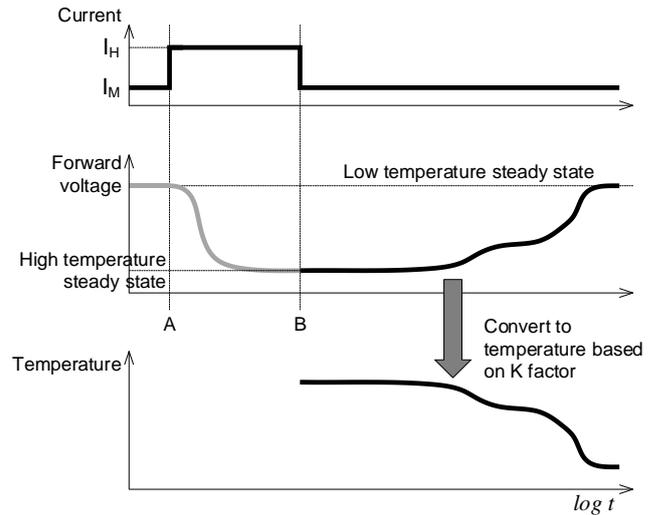

Figure 8. 과도 냉각 곡선의 측정
1. DUT 내부의 가열 소자에 일정한 가열 전류  $I_H$ 를 공급하여, 칩의 온도를 상승시킵니다. 가열 소자는 MOSFET일 경우, Body 다이오드를 사용할 수 있습니다. Figure 8의 A 포인트가 가열 전류를 공급하기 시작하는 지점입니다. Junction 온도가 일정해질 때까지 계속 가열하며, Junction 온도의 변화는 센싱 다이오드의 순방향 전압으로 모니터링합니다.
2. Junction 온도가 고온에서 안정되면, 가열 전류  $I_H$ 의 공급을 중지하고, 순방향 전압 측정 전류  $I_M$ 으로 신속하게 전환합니다. Figure 8의 B 포인트가 전류를 전환한 지점입니다. 여기에서부터 순방향 전압이 저온 정상 상태가 될 때까지 시계열로 데이터를 기록합니다 (Figure 8의 중간 그래프).
3. 기록한 순방향 전압 데이터를 K 팩터에 준거하여, 온도로 변환합니다 (Figure 8 아래쪽 그래프). 이것이 과도 냉각 곡선입니다.